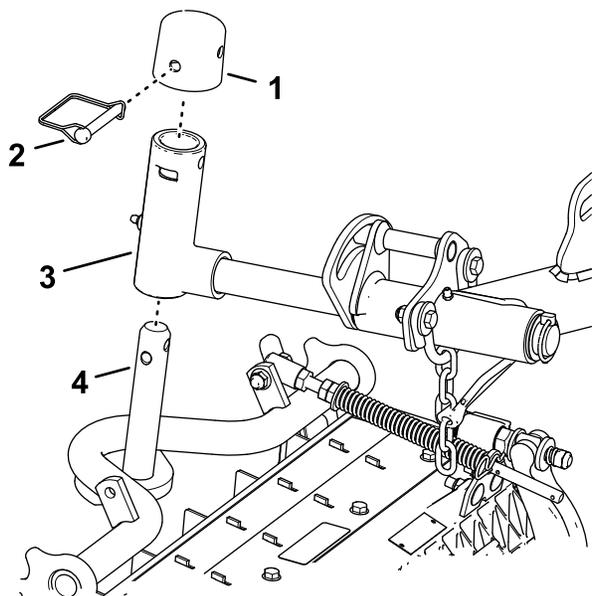

Figura 17
1. Deslice una unidad de corte debajo del brazo de elevación (Figura 17).
**Bloqueo del pivote de la unidad de corte para segar en una pendiente** – Bloquee los pivotes de las unidades de corte para evitar que las unidades de corte giren cuesta abajo al segar de través en una pendiente. Utilice el orificio del brazo giratorio (Figura 17) para bloquear la unidad de corte. Utilice la ranura si la unidad de corte es dirijible.